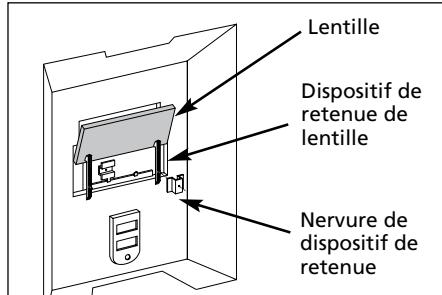

Figure 9 (WF2000 indiqué - WF1800 semblable)
3. Fixer les nervures par dessus les goupilles sur le dispositif de retenue de la lentille (Voir Figure 9).